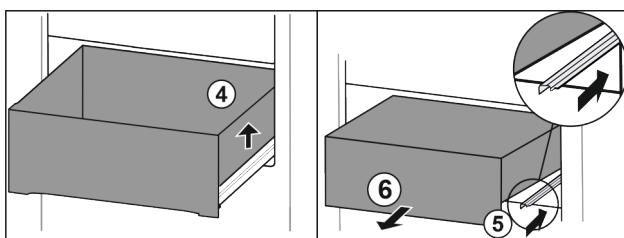

Fig. 69
- Nadvihnite zásuvku doprava. Fig. 69 (4)
- Zasuňte pravú koľajničku. Fig. 69 (5)
- Odoberte zásuvku dopredu. Fig. 69 (6)